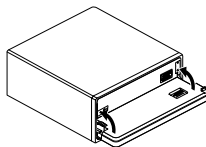

Рис. 14
3. Переверните держатели в вертикальное положение. (Рис. 14)